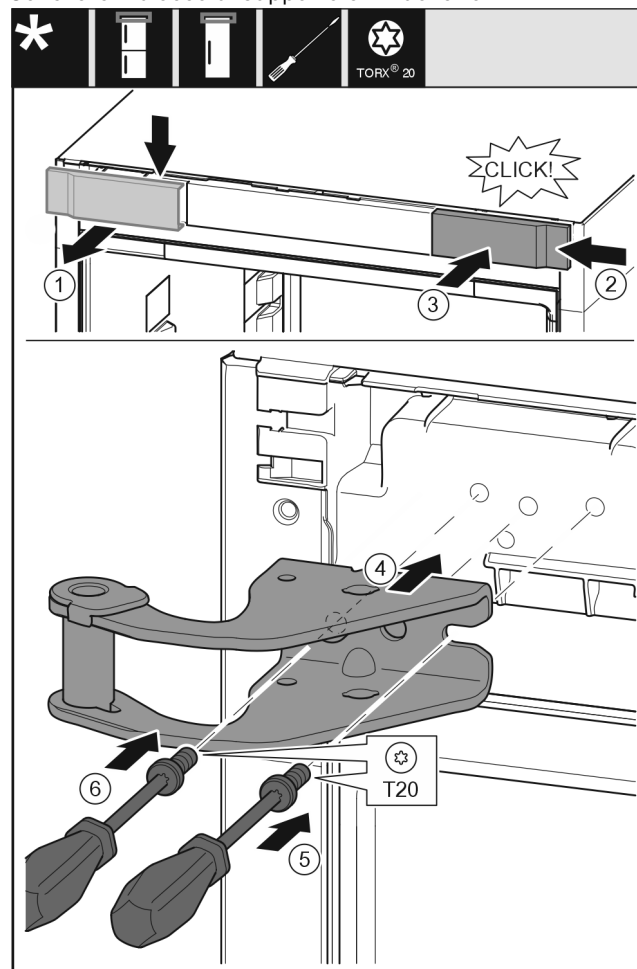

Fig. 8
- ▶ Rimuovere la copertura dall'alto in avanti. Fig. 8 (1)
- ▶ Ruotare la copertura di 180° e agganciarla sull'altro lato da destra. Fig. 8 (2)
- ▶ Innestare la copertura. Fig. 8 (3)
- ▶ Applicare il blocco di supporto superiore. Fig. 8 (4)
- ▶ Applicare la vite con il cacciavite T20 e serrare. Fig. 8 (5)
- ▶ Applicare la vite con il cacciavite T20 e serrare. Fig. 8 (6)